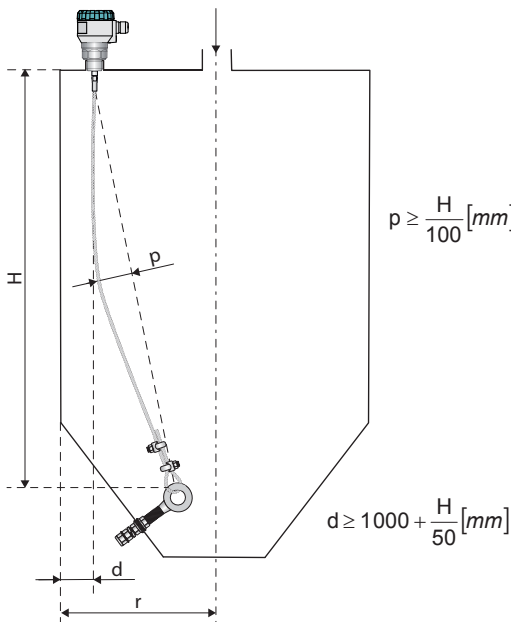

Abb. 19: Empfohlene Installation des Füllstandmessers mit Verankerung auf der gleichen Siloseite
- Beim Verhältnis Silobreite zur Silohöhe nach der Formel: $r \geq 1000 + H/20$ [mm] kann das Seil auch auf der gleichen Siloseite verankert werden, siehe Abb. 19.
auf der gleichen Siloseite (Abb. 19)	$\geq 1000 + H/20$